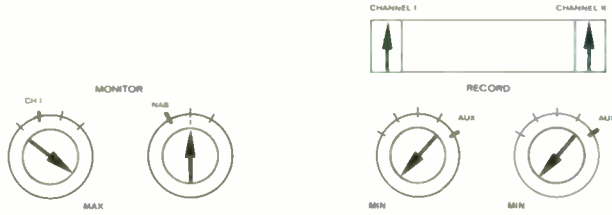

Fig. 6.3-53
- Set controls per fig. 6.3-53.